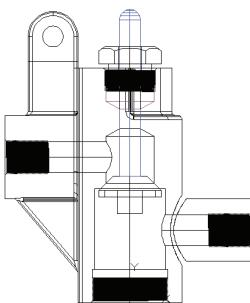

图 11-168 移动压紧螺母后的图形
5) 移动压紧螺母：单击“修改”工具栏中的“移动”按钮 $\textcircled{+}$ ，以坐标点(0,0,0)为基点，沿Y轴移动，第二点坐标为(0,123,0)。结果如图 11-168 所示。